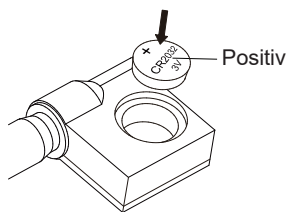

Abb. 2
- Legen Sie die CR2032-Batterie in das Batteriefach ein, die positive Seite der Batterie (+) muss nach außen zeigen (Abb. 2)